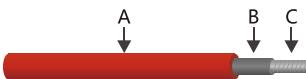

Figura 2.4.2-1
- Per la batteria (gruppo di batterie) al litio, la capacità deve essere di 50Ah o superiore. Non è consentito utilizzare batterie piombo acido con gli inverter ibridi senza l'autorizzazione di Viessmann. I requisiti dei cavi della batteria sono i seguenti (Figura 2.4.2-1).